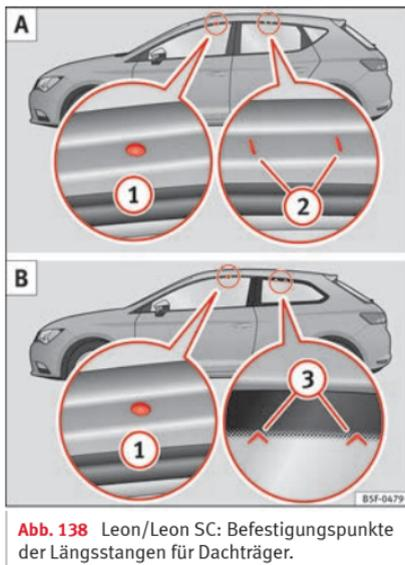

Abb. 138 Leon/Leon SC: Befestigungspunkte der Längsstangen für Dachträger.
Die vorderen und hinteren Befestigungspunkte ① und ② sind nur bei geöffneten Türen zu sehen »» **Abb. 138 A**.
Die vorderen Befestigungspunkte ① sind nur bei geöffneten Türen sichtbar. Die hinteren Befestigungspunkte ③ sind an ihrem oberen Rand des Seitenglases mit Pfeilspitzen markiert » » **Abb. 138 B.**